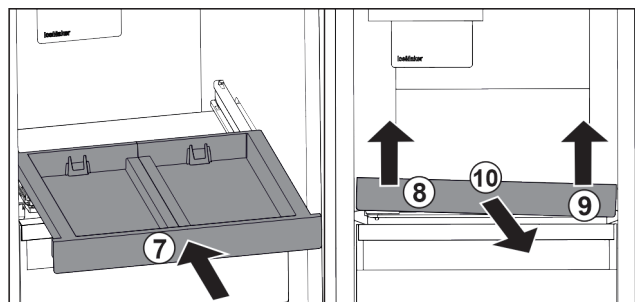

Fig. 140
- ▶ Tolja be a kihúzható rácst. Fig. 140 (7)
- ▶ Emelje meg a kihúzható rács elejét baloldalt. Fig. 140 (8)
- ▶ Emelje meg a kihúzható rács elejét jobboldalt. Fig. 140 (9)
- ▶ Vegye ki a kihúzható rácst előrefelé. Fig. 140 (10)